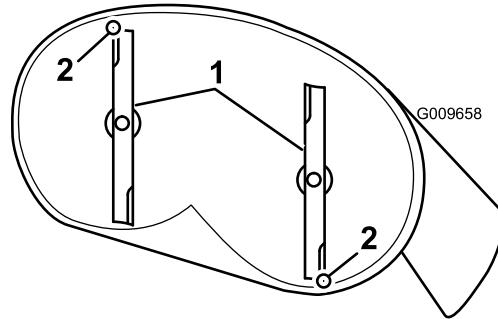
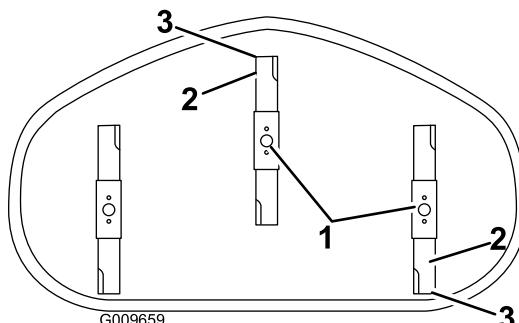

Figura 64
Figura 65
4. Gire cuidadosamente las cuchillas colocándolas en el sentido de avance de la máquina (Figura 64 y Figura 65).
4. Mida entre la punta de la cuchilla delantera y la superficie plana y entre la punta de la cuchilla trasera y la superficie plana (Figura 64 y Figura 65). Si la punta de la cuchilla delantera no está entre 1,6 y 7,9 mm más baja que la punta de la cuchilla trasera, ajuste la contratuerca delantera.
8. Compruebe la inclinación longitudinal de nuevo después del ajuste. Siga ajustando la tuerca hasta que la punta de la cuchilla más avanzada esté entre 1,6–7,9 mm más baja que la punta de la cuchilla más atrasada (Figura 64 y Figura 65).